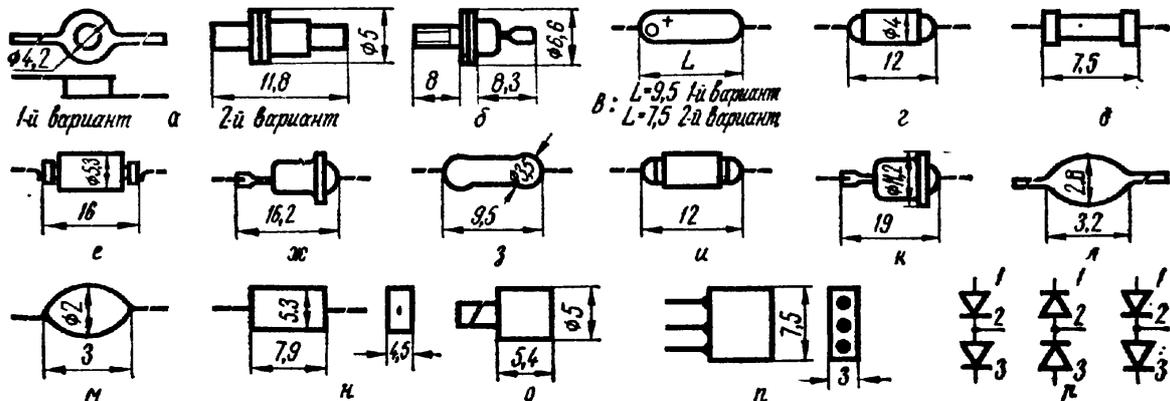

Рис. 259. Внешний вид и основные размеры выпрямительных диодов малой мощности
АД110А, АД112А. Размеры корпуса указаны на рис. 259, а (АД110А) и рис. 259, б (АД112А).
ГД107(А, Б). Диапазон рабочих температур от —60 до +60°С. Наибольшая температура корпуса 60°С. Маркировочная точка со стороны положительного вывода ГД107А — черная, ГД107Б — серая (см. рис. 259, в).
**Д2 (Б, В, Г, Д, Е, Ж, И).** Германиевый диод. Диапазон рабочих температур от  $-60$  до  $+70^{\circ}\text{C}$ . Граничная рабочая частота не менее  $100\text{ кГц}$  (см. рис. 259, е).
**Д7 (А, Б, В, Г, Д, Е, Ж).** Германиевый диод. Диапазон рабочих температур от  $-55$  до  $+70^{\circ}\text{C}$ . Граничная рабочая частота  $2000\text{ Гц}$  (см. рис. 259, ж). Выпрямленный ток, мА, не более при температуре:
**Д9 (Б, В, Г, Д, Е, Ж, И, К, Л).** Германиевый диод. Диапазон рабочих температур от  $-55$  до  $+60^{\circ}\text{C}$ . Граничная рабочая частота  $100\text{ кГц}$ 1. Маркировка диодов цветными точками на средней части корпуса: Д9Б — красная, Д9В — оранжевая, Д9Г — желтая, Д9Д — белая, Д9Е — голубая, Д9Ж — зеленая и голубая, Д9И — две желтые, Д9К — две белые, Д9Л — две зеленые (см. рис. 259, з).
Д101—Д103. Кремниевые диоды. Диапазон рабочих температур от —60 до +100° С. Граничная рабочая частота 150 кГц (см. рис. 259, и).